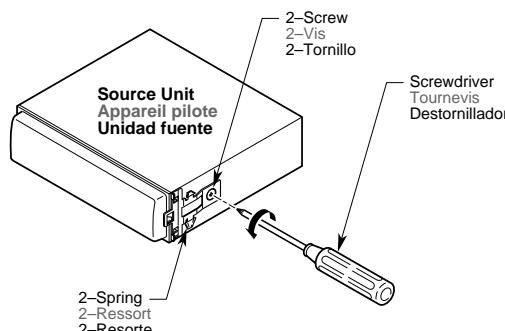

Figure 6 / Figure 6 / Figura 6
1. Remove the springs at both sides of the source unit. (Figure 6)
2. Secure the mounting brackets to the chassis as shown in Figure 6. Holes are pre-tapped for TOYOTA and NISSAN vehicles; modification, such as drilling new holes, of the mounting brackets may be required for other models.
1. Retirer les ressorts de chaque côté de l'appareil pilote. (Figure 6)
2. Fixer le support de montage sur le châssis comme montré sur la Figure 6. Les trous sont pré-découpés pour les véhicules TOYOTA et NISSAN; des modifications du support de montage, comme le perçage de nouveaux trous, peuvent être nécessaire pour les autres modèles.